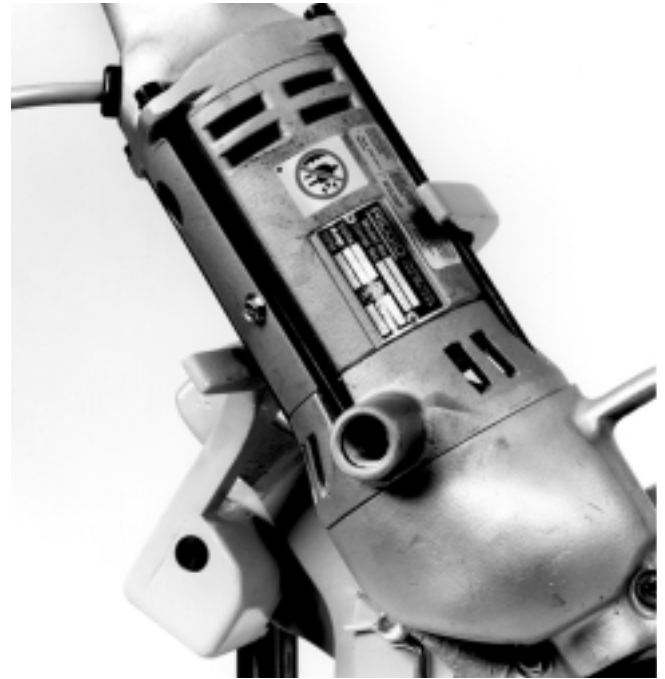

Figura 5 – Coloque el Accionamiento motorizado dentro del brazo de reacción
- b. Coloque el Accionamiento con el adaptador en el Cortatubos. El Accionamiento con el adaptador se conectan en la transmisión cuadrada del Cortatubos. Asegure que el Accionamiento motorizado esté bien asentado en el brazo de reacción ubicado en la parte trasera del Cortatubos (*Figura 5*).